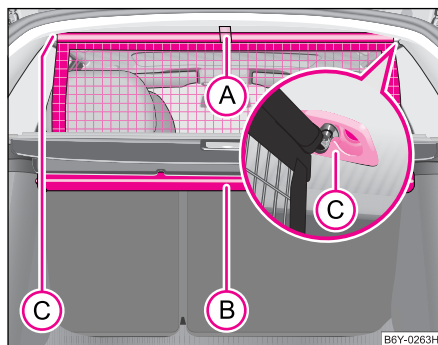

Fig. 61 Desenrollar la red divisoria
- Tire de la red divisoria por la lengüeta (A) y sáquela de la caja (B) hacia las fijaciones (C) ⇒ fig. 61.
- Monte la barra transversal en uno de los alojamientos (C) y presione la barra transversal hacia adelante.
- Sujete de igual modo la barra transversal en el otro lado del vehículo, alojamiento (C).